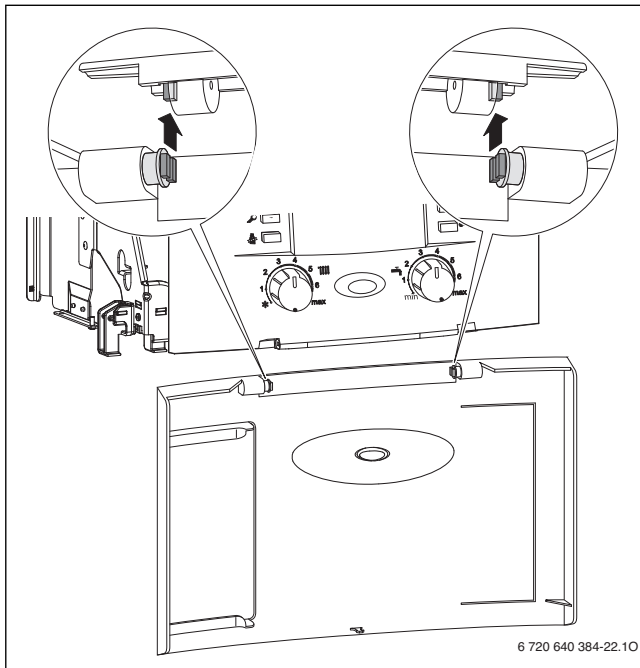

Bild 10
- Ausrichtung der Dämpfer prüfen (→ Bild 10).